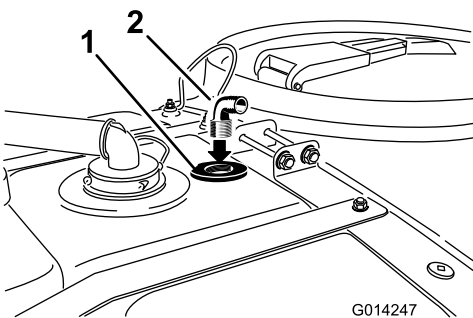

Figure 16
4. Posez le raccord dans l'ouverture filetée de la traversée de la buse de rinçage (Figure 16).